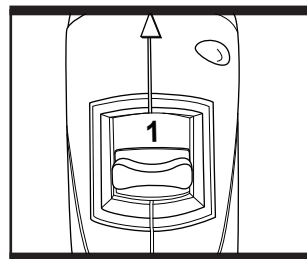

Fig. 4
3. REGLAGE DE VITESSE (Fig. 4 & 5)